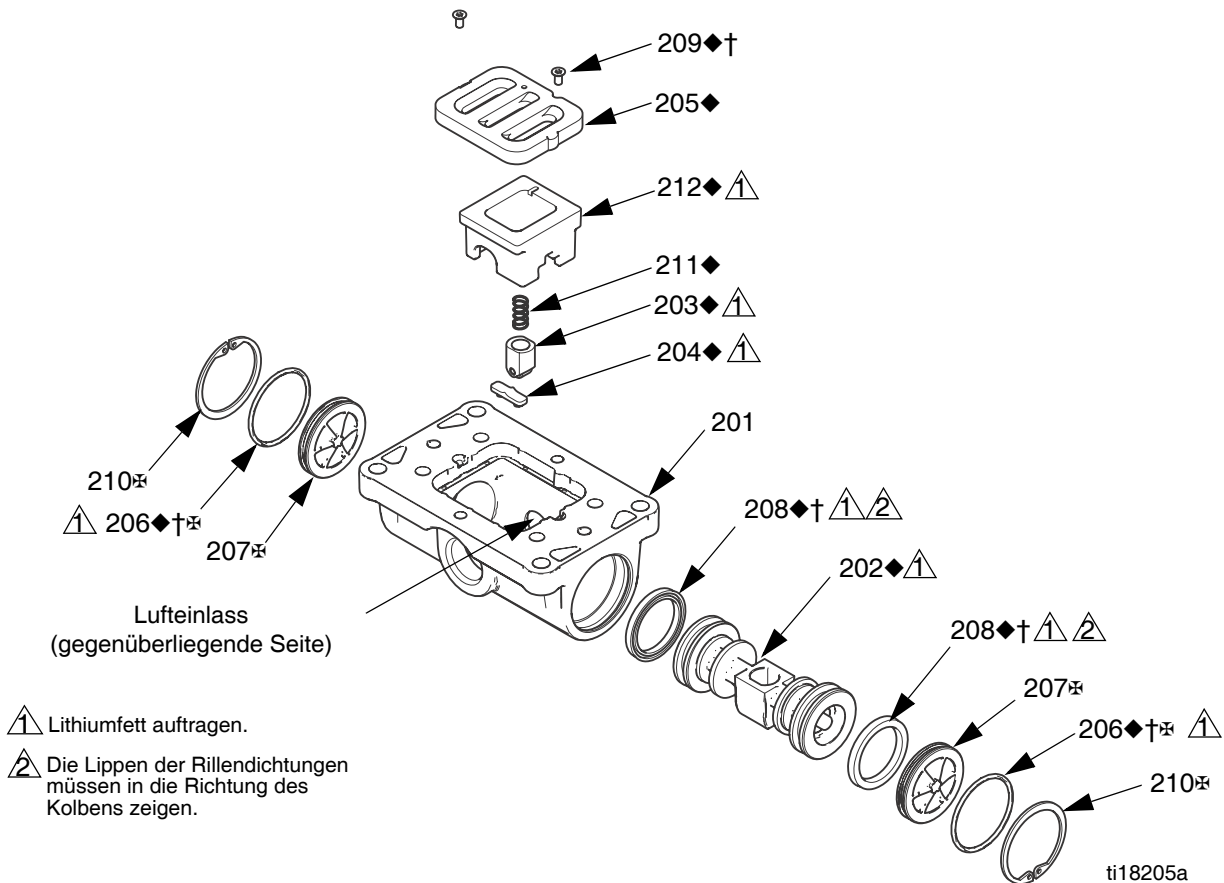

ABB. 3. Zusammenbau des Druckluftventils
2. Siehe ABB. 3. Verwenden Sie einen Torx-Schraubenzieher (T8 für mittlere Abschnitte aus Aluminium, T9 für mittlere Abschnitte aus Kunststoff), um zwei Schrauben auszubauen (209). Bauen Sie die Ventilplatte (205), die Dichtungshalterung (212), die Feder (211) und die Arretierungsbaugruppe (203) aus.
3. Siehe ABB. 3. Bauen Sie die Arretierungsringe (210) an jedem Ende des Druckluftventils aus. Mit dem Kolben (202) die beiden Endkappen (207, 217), aus den Enden schieben. Die Endkappen-O-Ringe (206) ausbauen.
4. Die Rillendichtungen (208) an jedem Ende des Kolbens (202) ausbauen und dann den Kolben ausbauen. Die Arretierhaken (204) aus dem Druckluftventilgehäuse (201) ausbauen.